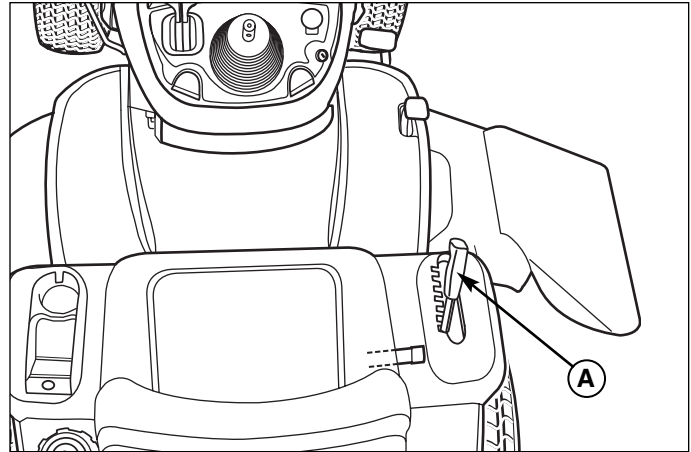

Figure 7. Levage et abaissement du carter de coupe
2. Mettre le réglage de hauteur de coupe (A, Figure 7) sur la position la plus basse. Placer le levier de levage dans sa position la plus basse. Glisser le carter sous le côté droit du tracteur de façon à aligner l'attache du carter avec le support de fixation avant du tracteur.
Le levier de réglage de la hauteur de coupe (A, Figure 7) contrôle la hauteur du carter en position de coupe. La hauteur de coupe comporte sept positions entre 3,2 et 10 cm (1-1/4 et 4 po.) environ.